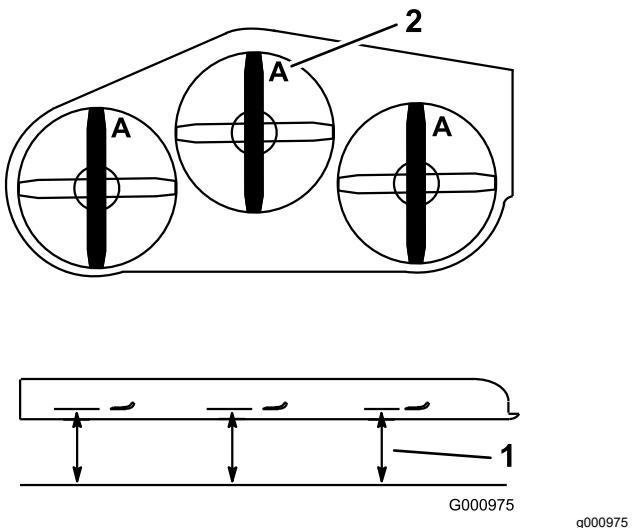

Figura 78
2. Mida desde una superficie nivelada hasta el filo de corte, posición A, de las cuchillas (Figura 78).